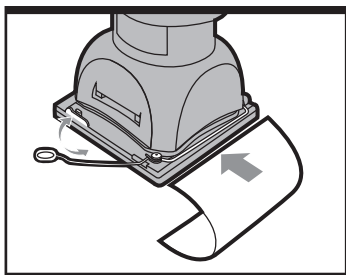

Fig 2
Pour retirer le papier abrasif, soulevez le levier de serrage (4) et éloignez-le du dispositif de verrouillage du levier (5) (Voir Fig 2). Le serre-papier (3) est maintenant relâché. Répétez ces opérations avec l'autre dispositif de serrage de l'autre côté de la ponceuse.
Pour mettre en place un nouveau papier abrasif, insérez environ 5 mm d'une extrémité du papier abrasif sous le serre-papier (3) jusqu'à ce que le papier touche la paroi du boîtier (Voir Fig 2). Soulevez le levier de serrage (4) et le placer en position verrouillée.